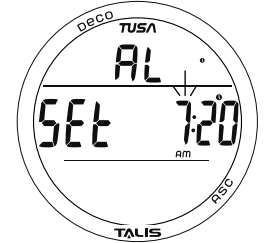

Abb. 11B - TÄGLICHEN ALARM EINSTELLEN
**Täglichen Alarm einstellen**, Informationen beinhalten (Abb. 11B):